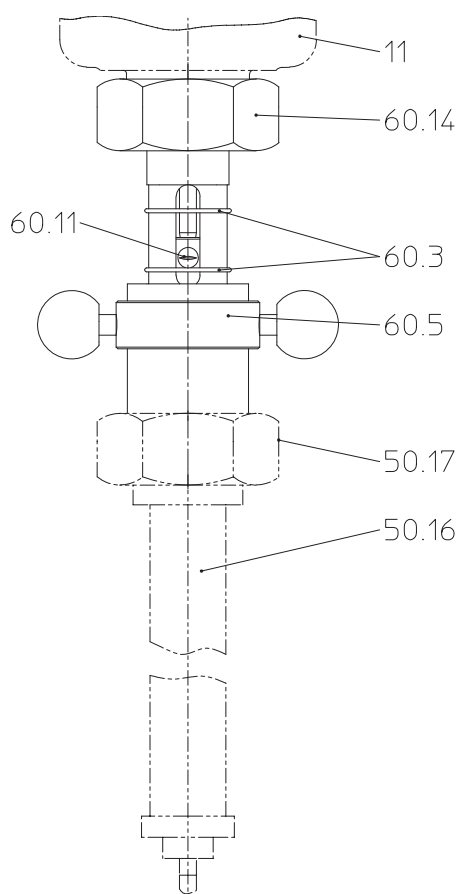

Fig. 2
- Le montage du dispositif de réglage manuel se fait entre la vanne (pos. 11) et l'actionneur (pos. 50.16) du thermostat (Fig. 2).
- Fixer l'écrou-raccord (pos. 60.14) à la vanne (pos. 11) au couple de 100 Nm env. et l'actionneur (pos. 50.16) au dispositif de réglage manuel au couple de 50 Nm env.